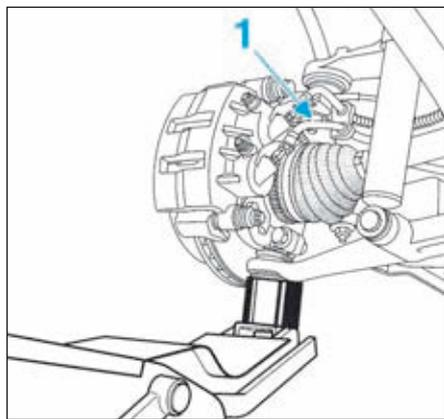

FIG.19
- l'écrou (1) de la rotule supérieure (Fig.19),